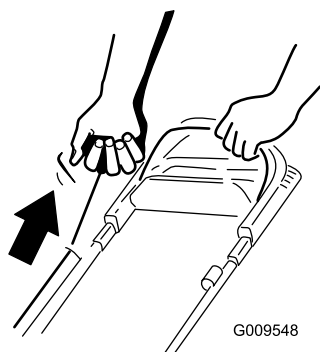

Figuur 19
1. Houd de bedieningsstang van het maaimes tegen de handgreep (Figuur 19).